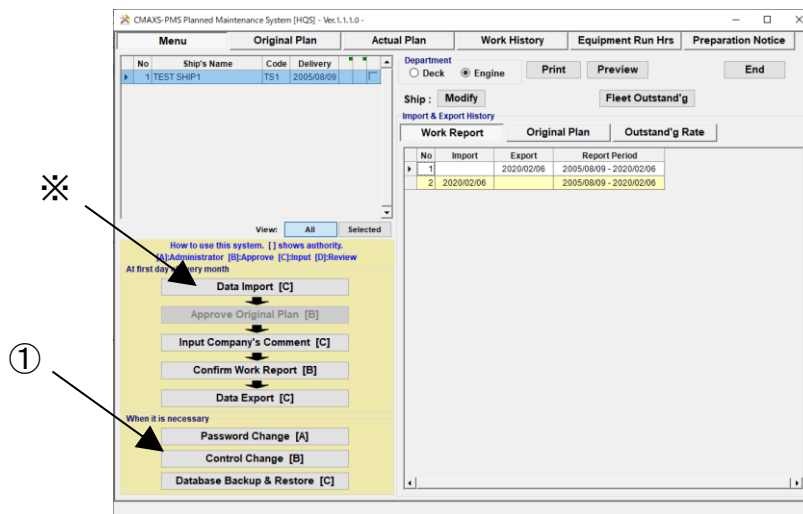

図 13-1 Menu 画面
① “Menu 画面”(図 13-1)の [Control Change]ボタンを選択してください。